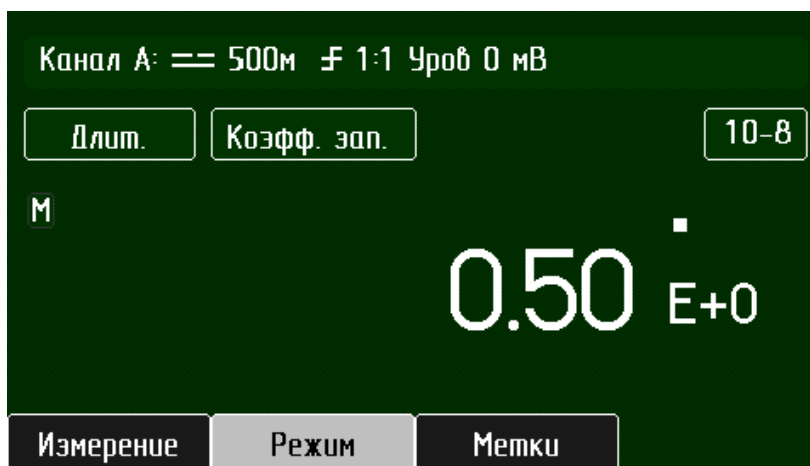

Рисунок 3.18 – Вид экрана для режима "Кэфф. зап"
- "Режим" - режим измерения "Кэфф. зап" (рисунок 3.18);